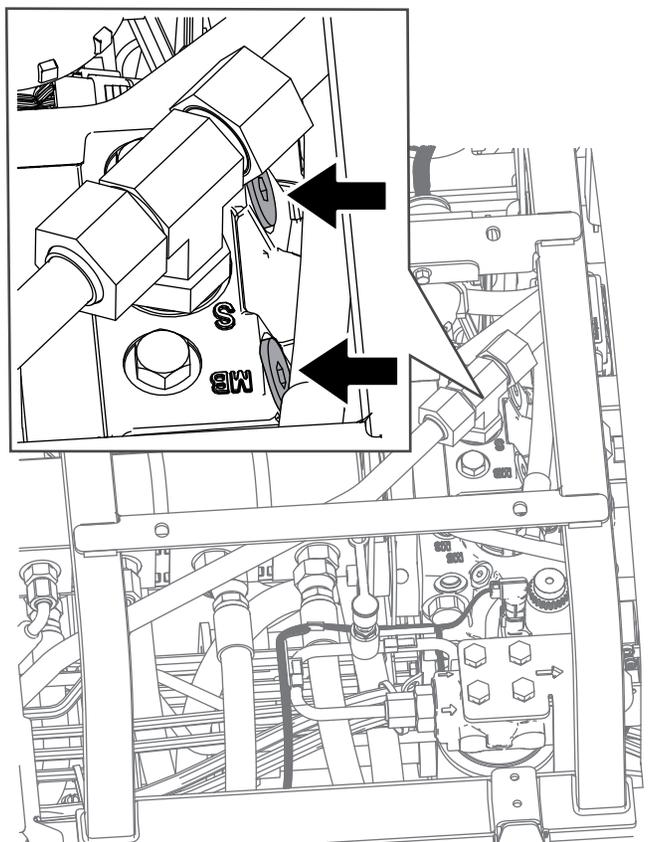

図 98
2. シートの下とハイドロスタットの上部にあるバイパスバルブを見つける 図 98